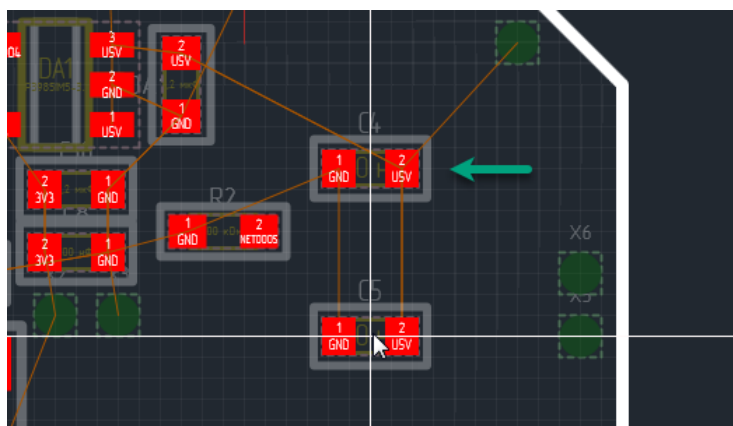

Рис. 85 Завершение размещения
4. Нажать левую кнопку мыши в требуемом для размещения месте, после чего посадочное место компонента будет размещено на плате, см. Рис. 85.